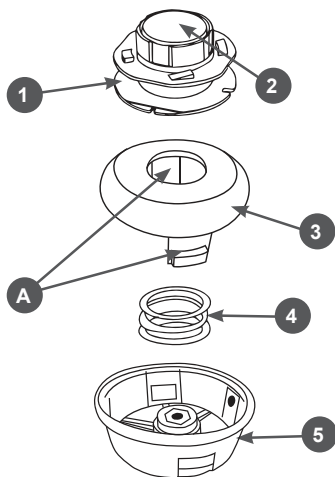

Рис. 12 Конструкция триммерной головки
1. Отожмите защелки А и снимите крышку 3, извлеките катушку 1 с гайкой 2 (Рис. 12). Удалите остатки корда с катушки. Соберите триммерную головку обратно.
3. Намотайте корд на катушку. Для этого нажмите на гайку 2 (Рис. 12) и вращайте ее по часовой стрелке, как показано на Рис.15 до тех пор, пока не останутся концы длиной примерно 10-15см.